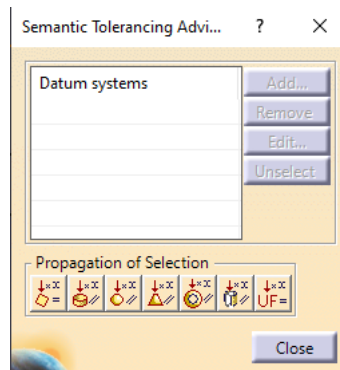

Ilustración 23
-  Tolerancing Advisor: Esta herramienta, es capaz de mostrar todas las posibilidades de acotación que te brinda una determinada superficie, es decir, al lanzar esta operación, aparece el siguiente desplegable. “Ilustración 23”